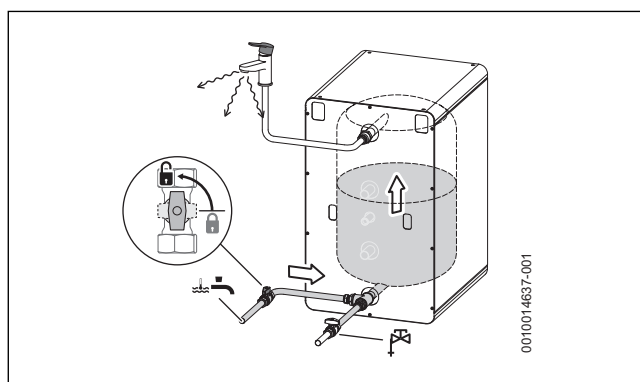
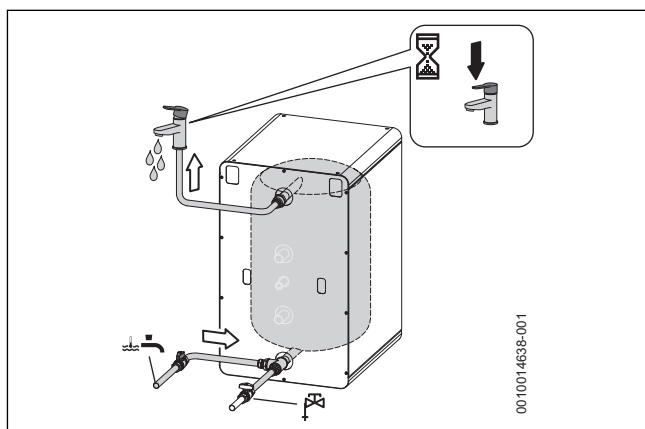

Fig. 81
Fig. 82
- Remplir (→ Fig. 81) et rincer abondamment le ballon Bosch Stora WBD 90 C et la tuyauterie avant la mise en service (→ Fig. 82).